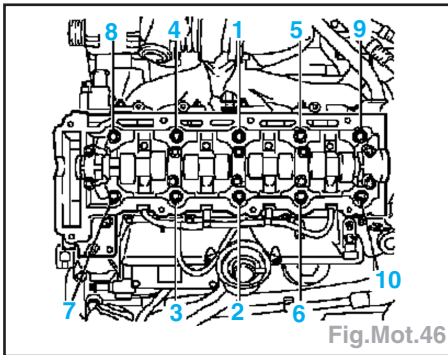

Fig.Mot.46
- Serrer les vis de culasse avec les outils MKM-6 10 et KM-470-B en décrivant une spirale de l'intérieur vers l'extérieur selon l'ordre représenté (Fig.Mot.46) .